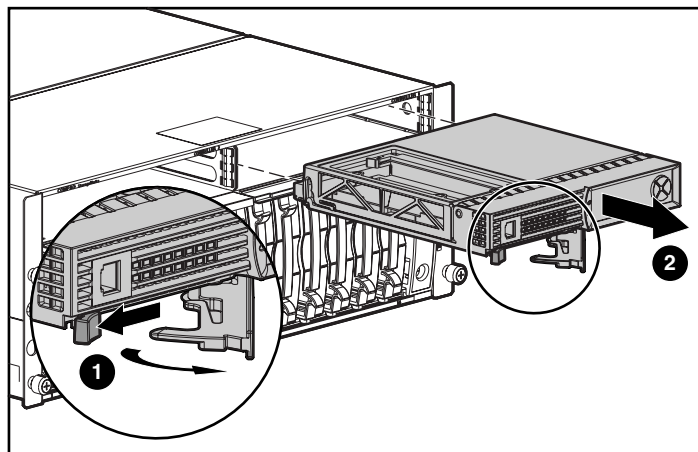

Abbildung 2: Ausbauen des Controllers
1. Drücken Sie mit dem Daumen auf die Verriegelung des Controllers, und ziehen Sie den Verriegelungshebel in Ihre Richtung ❶. Siehe Abbildung 2.
2. Entfernen Sie den MSA1000 Controller, indem Sie ihn gerade aus dem Gehäuse ❷ herausziehen.